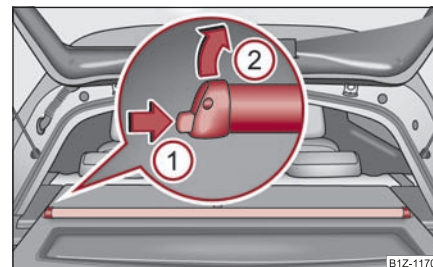

Fig. 67 Demontarea ruloului parasolar
- Desprindeți elementele de fixare de pe raftul portbagajului ③.
- Apăsăți siguranța în sensul săgeții ① și scoateți parasolarul în sensul săgeții ② ⇒ fig. 67. ■